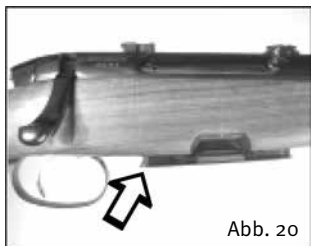

Abb. 20
1. Das Magazin herausnehmen oder in der Sicherheitsposition (Abb. 20) arretieren. Die Waffe ist entladen!